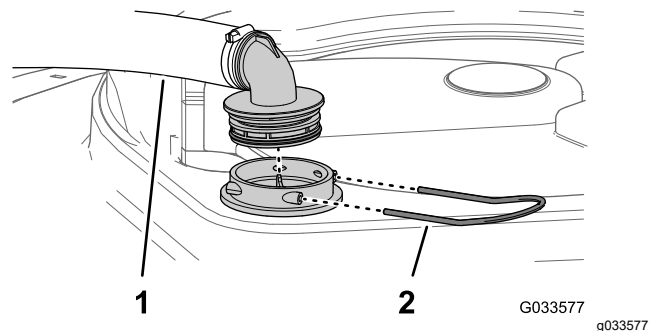

Figura 87
2. En la parte superior del depósito de fumigación, retire la horquilla de retención que sujeta el acoplamiento que está conectado a la manguera grande y al alojamiento del filtro (Figura 87).
3. Retire la manguera y el acoplamiento del alojamiento del filtro (Figura 87).